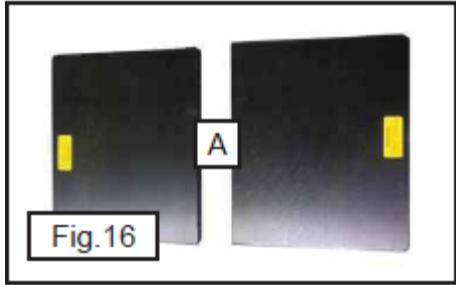

Рис. 16
1. Закрепить консоли (A), рис. 16, к основанию с помощью винтов (B) с шестигранным шлицем, рис. 18, по два на сторону, с шайбами, как показано на рисунке.